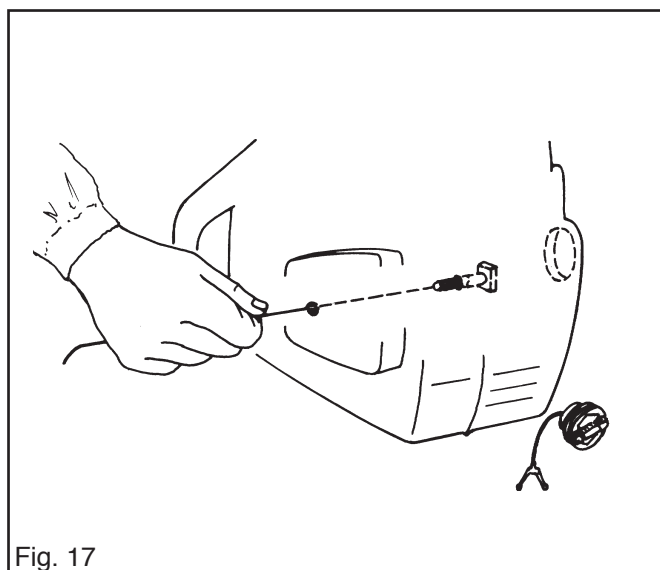

Fig. 17
4. Insérer un fil de fer dans l'extrémité du nouveau boulon, le faire passer à travers le réservoir d'huile et le fer sortir par le trou du boulon dans le carter moteur. Voir fig. 17.